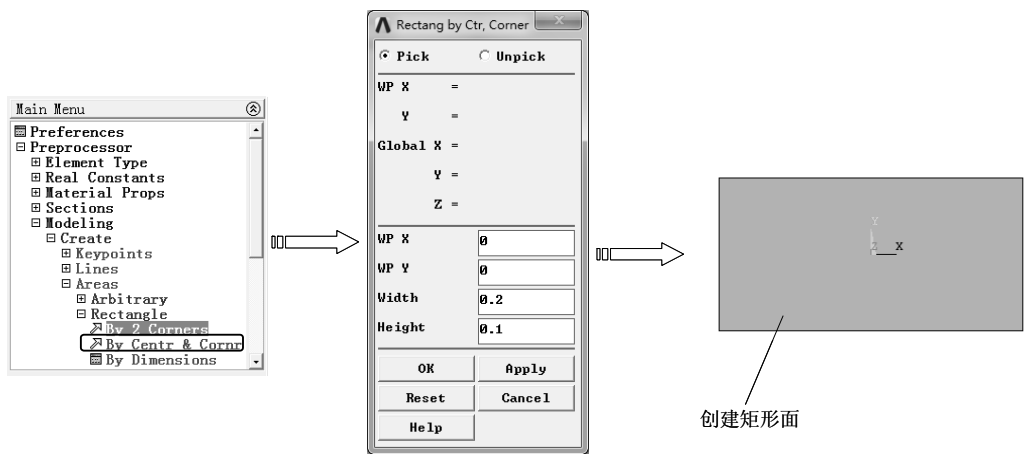

图 6-19 中心和角点绘制矩形
1) 选择“Main Menu>Preprocessor>Modeling>Create>Areas>Rectangle>By Center & Corner”命令，弹出“Rectangle by Ctr, Corner”对话框，在“WP X”和“WP Y”文本框中输入 0，在“Width”文本框中输入 0.2，在“Height”文本框中输入 0.1，单击“OK”按钮创建矩形面，如图 6-19 所示。